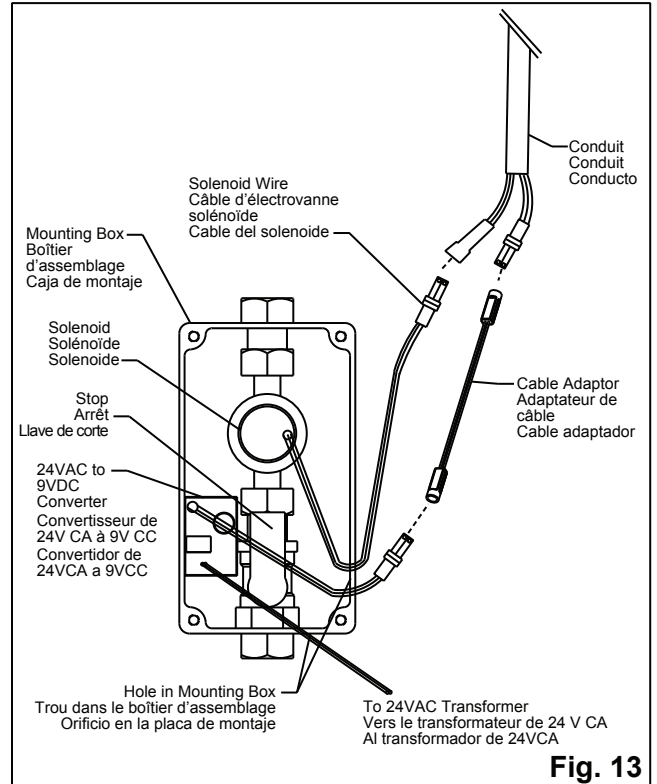

Fig. 13
14. Connect the wires from the conduit to the cable adaptor and solenoid using the hole in the side of the mounting box. See Figure 13.
14. Raccordez les fils, du conduit à la adaptateur de câble et à l'électrovanne solénoïde, à l'aide du trou situé sur le côté du boîtier d'assemblage. Voir la figure 13.
15. Connect the other end of the cable adaptor to the 9 VDC converter. See Figure 13.
15. Raccordez l'autre extrémité de l'adaptateur de câble au convertisseur de 9 V CC. Voir la figure 13.
16. Connect the white wires of the 9VDC converter to a CSA and/or UL approved Class 2 24VAC transformer or equivalent using the hole in the bottom of the mounting box. See Figure 13.
16. Raccordez les câbles blancs du convertisseur de 9 V CC à un transformateur de 24 V CA homologué CSA ou UL de catégorie 2, ou l'équivalent, à l'aide du trou situé au fond du boîtier d'assemblage. Voir la figure 13.
22. Turn on the stop within the mounting box. *See Figure 13.*
22. Ouvrez l'arrêt du boîtier d'assemblage. *Voir la figure 13.*